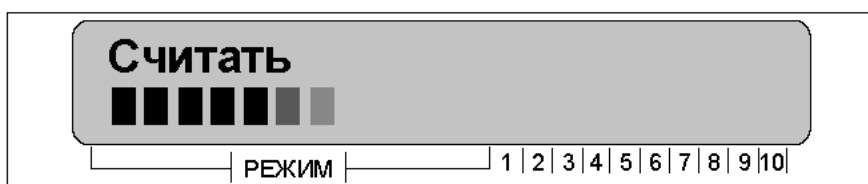

Рис. 21. Вид на дисплее процесса считывания программы
- нажать клавишу «ВВОД». В нижней части дисплея появится бегущая строка, которая отображает процент завершения процесса считывания программы из прибора в память ВПУ-А-06 (см. рисунок 21);